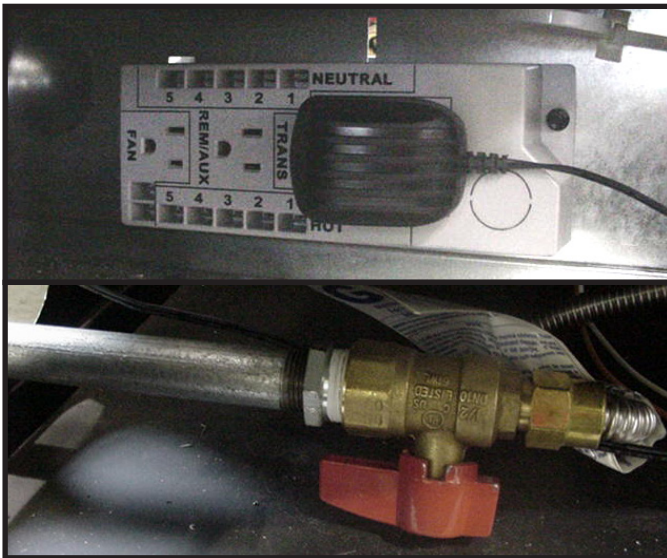

Figure 13.1
Étape 1. Fermez la vanne de gaz. Le bouton rouge d'arrêt du gaz se trouve sur la soupape à tournant sphérique. Débranchez le transformateur de 3 volts de la boîte de jonction. Voir la Figure 13.1.